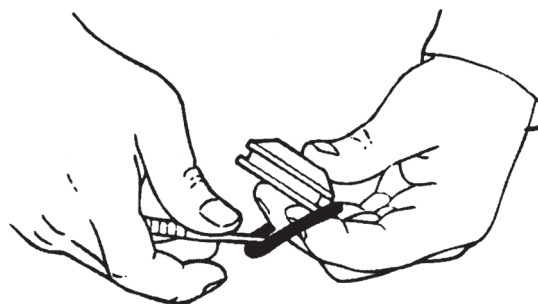

Figura 117
6. Cuidadosamente retire el anillo "O" del pistón. Use la punta de una herramienta pequeña para facilitar el desmontaje. Tome mucho cuidado para que no se dañe el pistón. Figura 117.